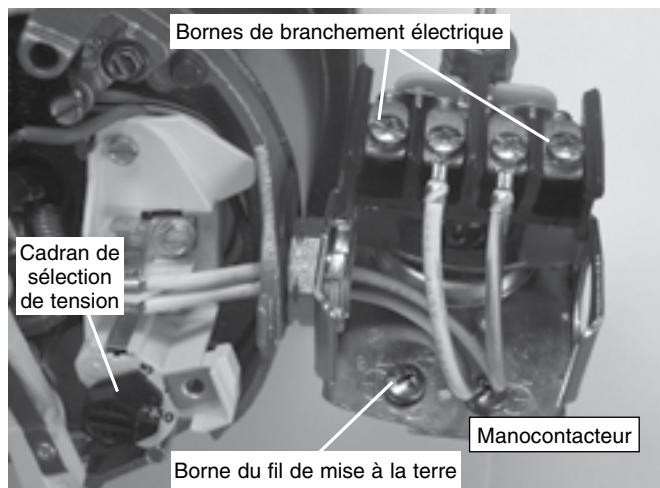

Figure 10 : Tension réglée à 230 volts sur sélecteur à cadran
3. Fixer les fils d'arrivée de courant aux deux vis extérieures du manostat (figure 10).
4. Relier le fil de terre aux bornes de raccord de mise à la terre (figure 10).